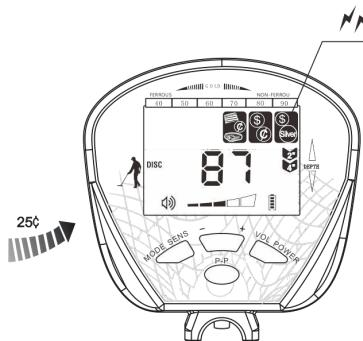

Figura 11
- Cuando se cruzan las otras tres muestras, se centellea el cursor respectivo, y demuestra cifra correspondiente en el cursor de cifras. (Ver figura 11, ejemplo de moneda de plata de 25 centavos)